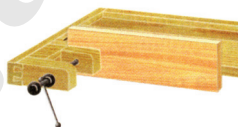

Рис. 5. Передний зажим
3. Закрепи заготовку в переднем зажиме (рис. 5).